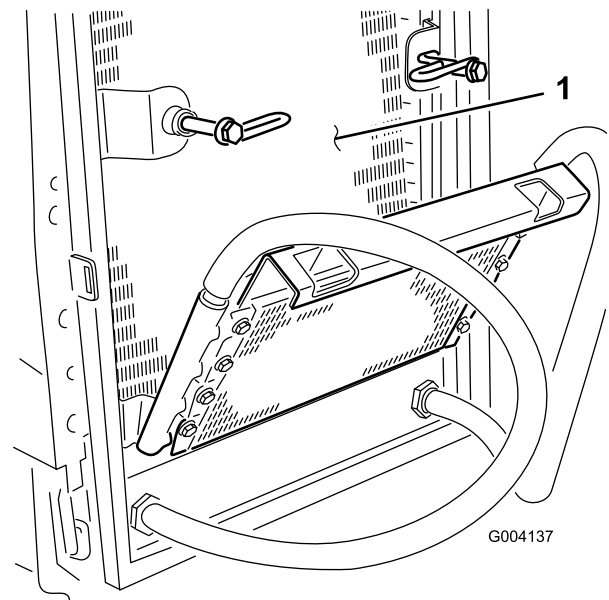

Figura 68
6. Pulite accuratamente entrambi i lati del radiatore dell'olio e del radiatore utilizzando aria compressa (Figura 68).